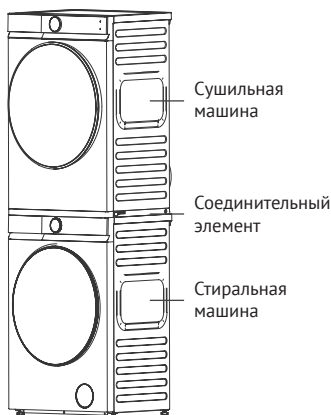

Рис. 3
3. Установите сушильную машину на соединительный элемент, обеспечив горизонтальное выравнивание ее левой, правой и передней сторон (см. рисунок 3).